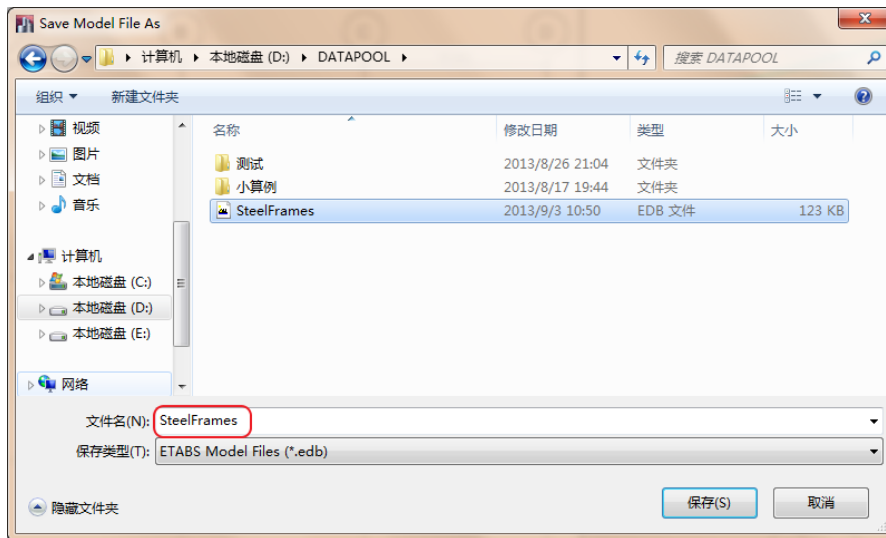

图 2-5 文件另存为对话框
1. 点击保存按钮，或点击菜单：文件>保存命令，弹出文件另存为对话框，如图 2-5 所示。